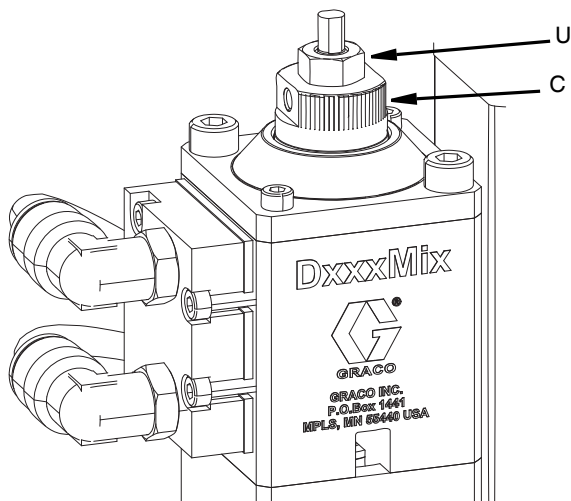

FIG. 10
1. Lossa låsmuttern (U) på ventilens ovasida.
2. Vrid justeringsmuttern (C) motsols för att minska hur långt som ventilen öppnar.
3. Öppna justeringsmuttern (C) långsamt och slå på och av lufttrycket tills önskat flöde uppnås.
4. Dra åt låsmuttern (U) för att hålla justeringsmuttern (D) på plats. Se FIG. 10.